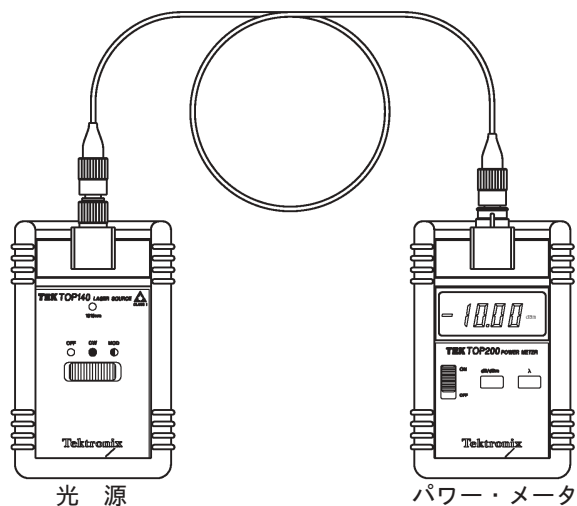

図 4-1 : 初期セットアップ
1. 図 4-1 を参照しながら、2～3 m 長のリファレンス・ファイバ・ケーブルを通して、TOP 光源を、TOP パワー・メータに接続します。